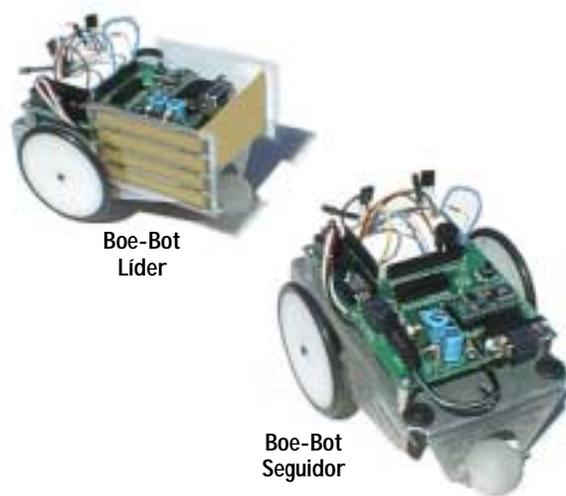

Figura 6.5: Boe-Bot líder y seguidor.
La Figura 6.5 muestra un Boe-Bot líder seguido por un Boe-Bot seguidor. El Boe-Bot líder está ejecutando una versión modificada del Programa 5.3: Exploración IR y el Boe-Bot seguidor una versión modificada del Programa 6.3: Vehículo Seguidor. El control proporcional hace que el Boe-Bot seguidor sea muy eficiente. Un Boe-Bot líder puede guiar un tren de 6 o 7 Boe-Bots. Simplemente agregue los paneles laterales y de cola al Boe-Bot líder y a los que tengan otro detrás y agregue el resto de los Boe-Bots seguidores formando el tren.
- ❑ Si es miembro de una clase, coloque paneles de papel a los costados y en la parte trasera de su Boe-Bot como se muestra en la Figura 6.5.